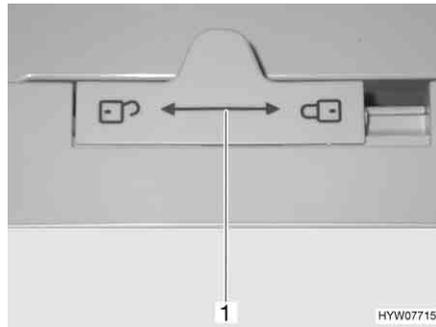

Fig. 195 Bloqueo de la puerta del frigorífico (Dometic de la serie 7)
- Empujar el bloqueo (Fig. 195, 1) hacia la izquierda "🔓".
- Empujar el bloqueo (Fig. 195, 1) completamente hacia la derecha "🔒".